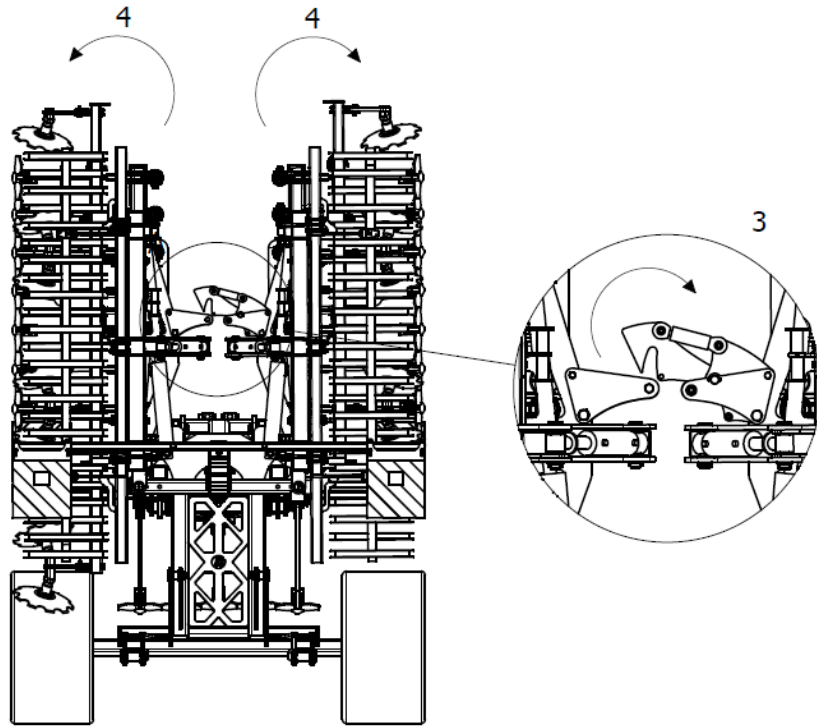

Fig. 14 Étapes du dépliage de la machine : 3 – crochet du verrouillage hydraulique décroché 4 – les bras se déplient (« s’ouvrent »).
3. Ensuite, s'assurer que le crochet du verrouillage hydraulique permettra le déverrouillage des bras latéraux et les déplier (« ouvrir ») entièrement (fig. 14).